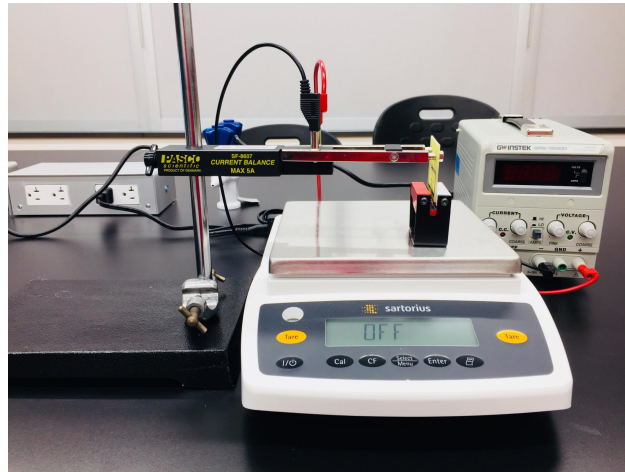

Figure 5: Montage expérimental de l'unité de base
De plus, vous aurez besoin d'une source de courant, d'une balance qui mesure des forces avec une précision équivalente à une masse de 0.01 gramme, et d'un support expérimental universel (Figure 5).
1. La partie principale est déjà montée sur un support expérimental. Dans les deux petits orifices situés à l'extrémité de couleur argentée, insérez la boucle de courant SF42 tel qu'illustré à la Figure 5. La longueur du fil dans le champ magnétique pour la boucle de courant SF42 est $L = 8.4 \pm 0.2$ cm.